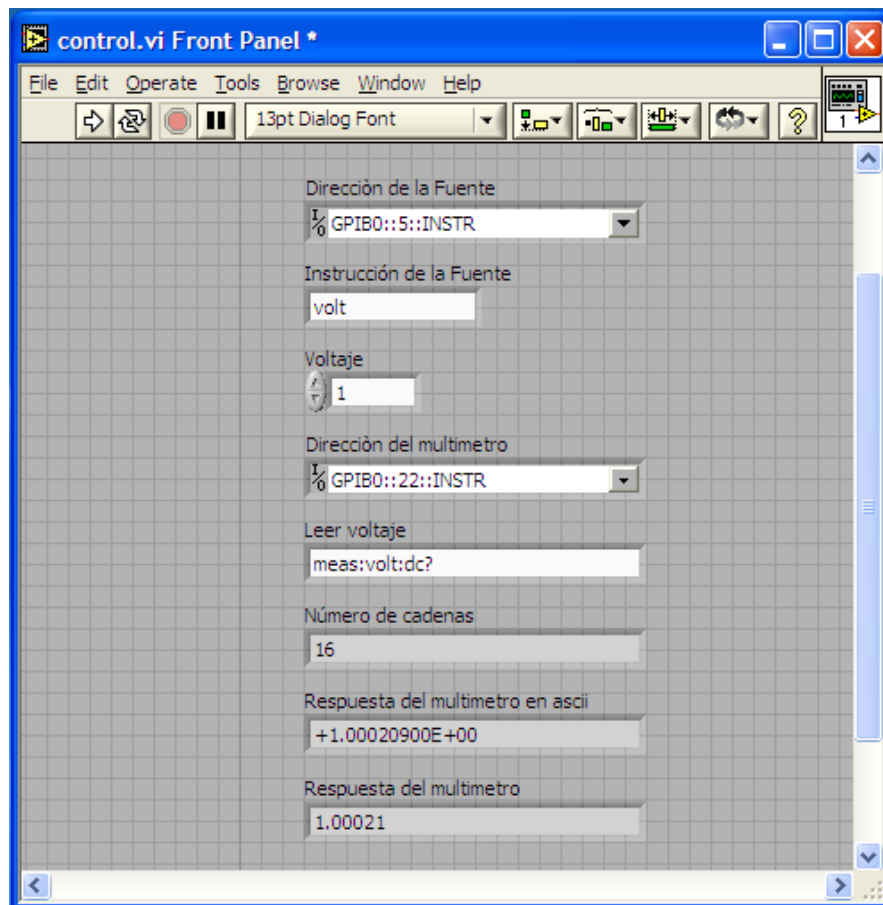

Figura 7.20: Panel frontal del programa LabView para controlar el voltaje.
5. Correr el programa con la flecha superior izquierda del panel de control (figura 7.20).